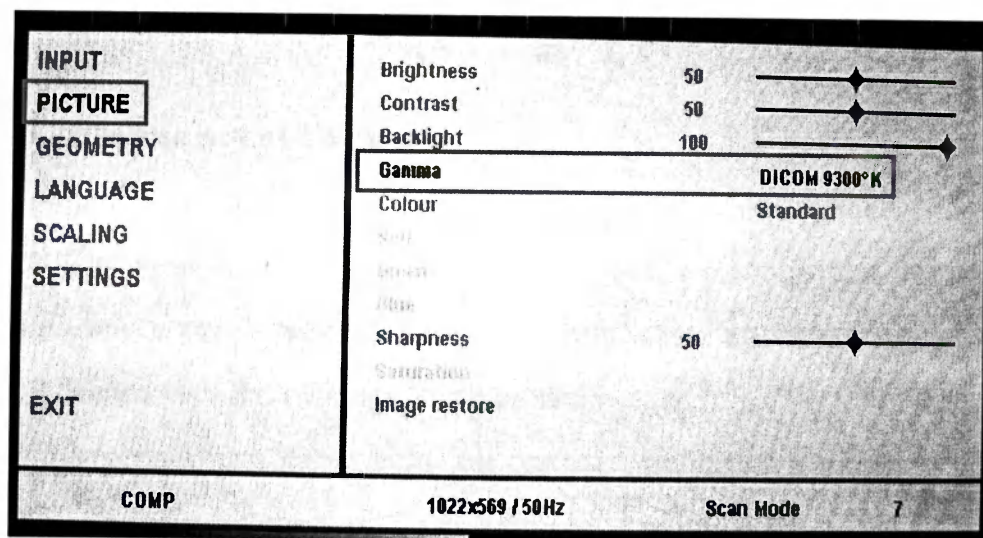

Рисунок 175
– используйте кнопки, описанные выше, для выбора меню **Снимок**, подсветите поле **Гамма**, а затем выберите **DICOM 9300°K** (см. рисунок 175).